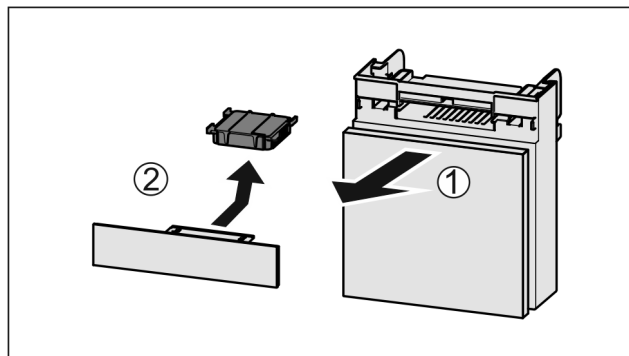

Fig. 155
- ▶ Zásuvku vytáhněte dopředu Fig. 155 (1).
- ▶ Filtr s aktivním uhlím vyjměte Fig. 155 (2).